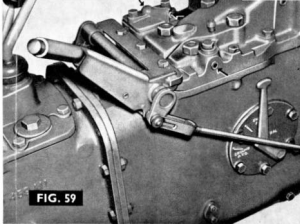

FIG. 59
2. Bediening van uitwendige hydraul (Fig. 59)